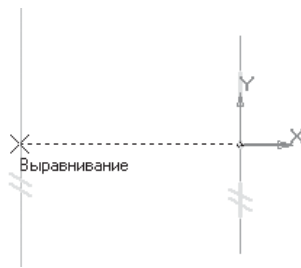

Рис. 9.17
- Найдите центр окружности (рис. 9.17).